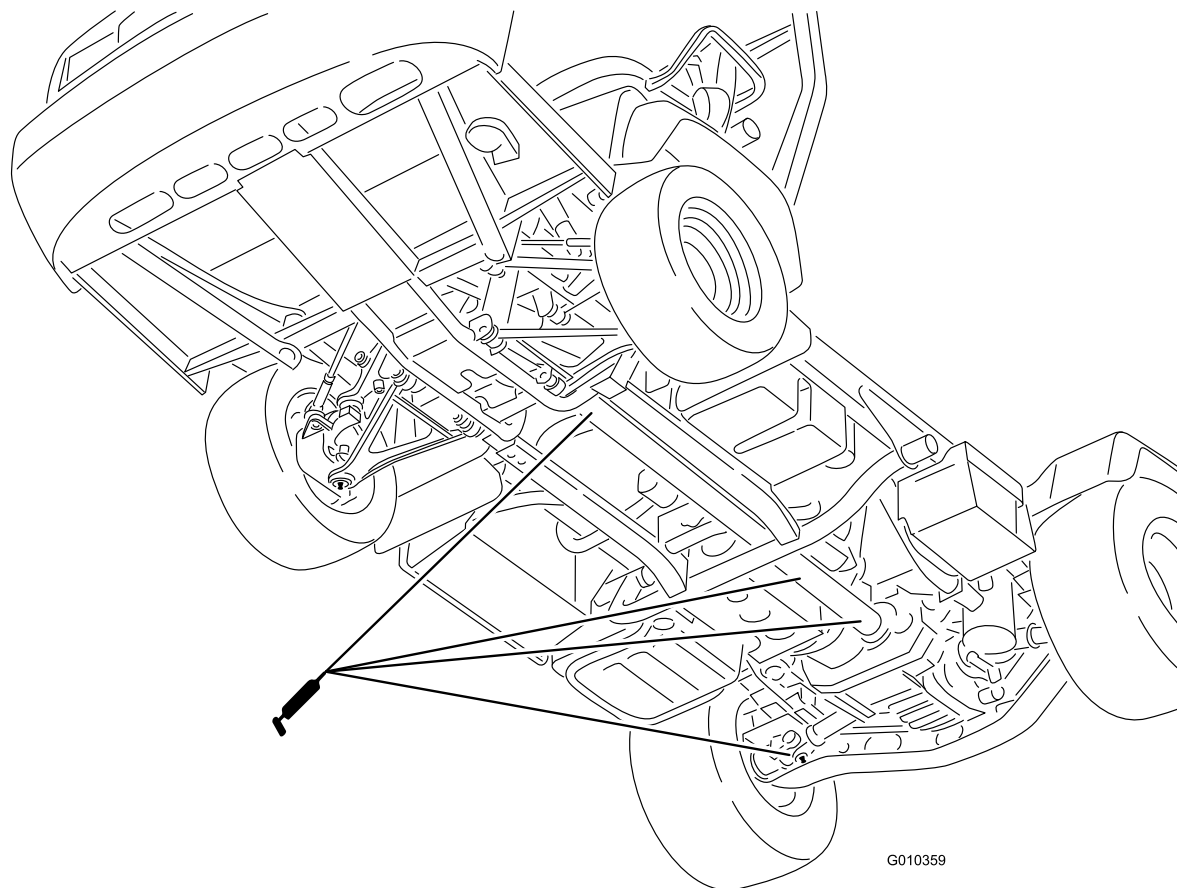

Figure 31
- **Joint de cardan (18)**; voir Figure 31
- **Arbre de transmission 4 roues motrices (3)**; voir Figure 31